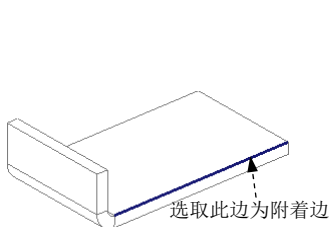

图 11.4.43 定义附着边
Step3. 选取附着边。在系统提示“选择一个边连到壁上”的提示下，选取图 11.4.43 所示的模型边线为附着边。